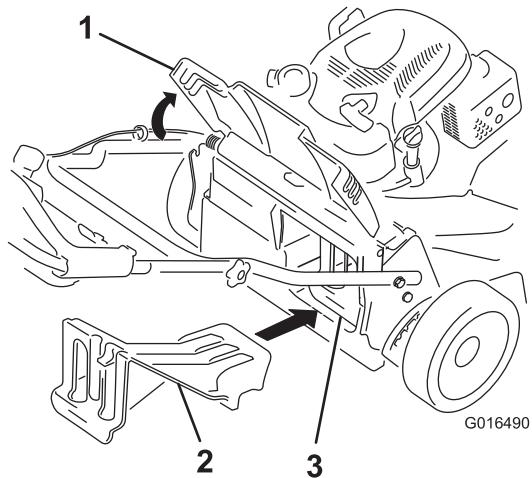

Figura 26
- Si el tapón de descarga trasero no está instalado, sujetelo por el asa, eleve el deflector trasero e introduzcalo en el conducto de descarga trasera hasta que el enganche encaje en su sitio; consulte Figura 26.
Importante: Asegúrese de que el tapón de descarga trasera está colocado antes de reciclar los recortes (Figura 26).